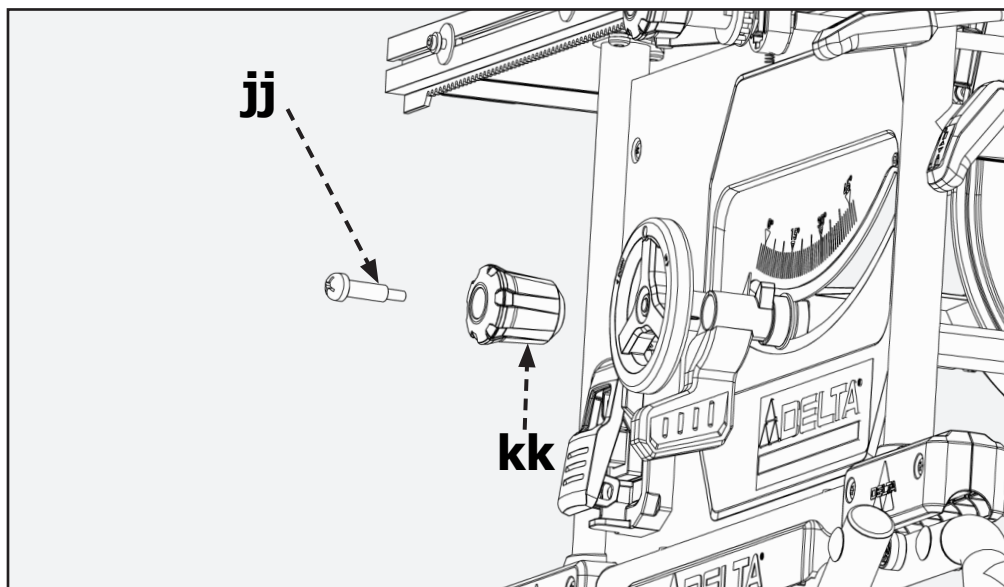

FIGURE 1
1. Insérer la vis à épaulement de la poignée de la roue (jj) dans le bouton de réglage de hauteur de la roue (kk), tel qu'illustré à la figure 1.
Après avoir installé le bouton de réglage de hauteur comme indiqué à la figure 1, lever l'ensemble du moteur/mandrin à la position la plus haute pour fournir un accès facile au levier de verrouillage du couteau diviseur et de l'ensemble du mandrin.